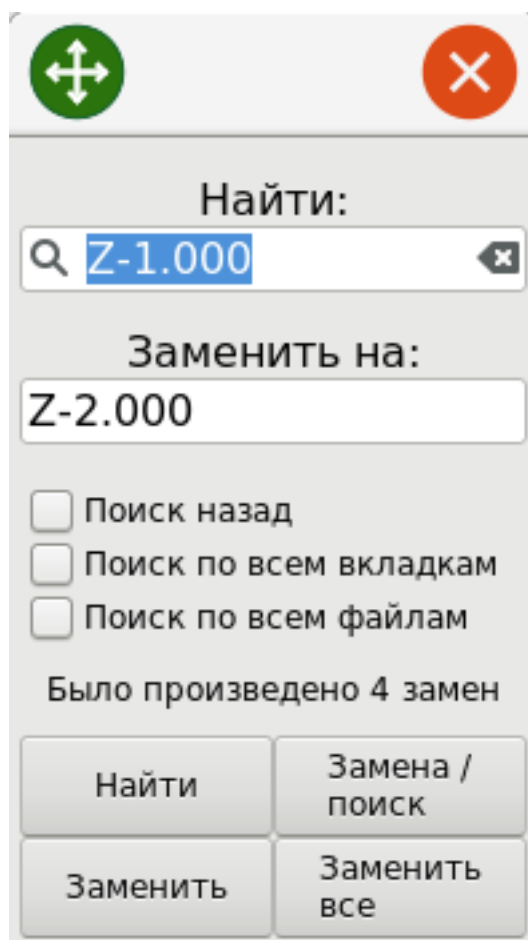

Рис. 1.2.13: Окно поиска и замены текста
- Расширенный поиск и замена найденного текста (рисунок 1.2.13).